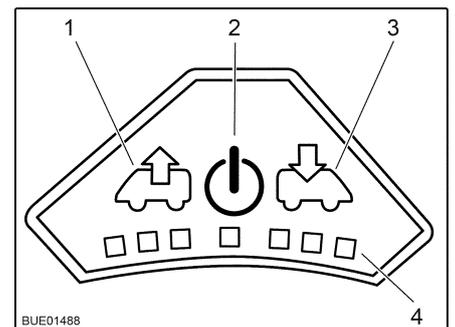

Fig. 57 Panneau de commande du ventilateur
- Appuyer sur la touche Marche/Arrêt (Fig. 57,2). Le ventilateur fonctionne en mode confort (aération à faible vitesse de rotation).
- Pour augmenter la vitesse de rotation du ventilateur : Appuyer sur la touche Ventiler (Fig. 57,1). La vitesse de rotation du ventilateur augmente d'un niveau de puissance dans le sens de l'échappement. Les DEL (Fig. 57,4) montrent les niveaux de puissance.
- Pour réduire la vitesse de rotation du ventilateur : Appuyer sur la touche Aérer (Fig. 57,3). La vitesse de rotation du ventilateur diminue d'un niveau de puissance.
- Pour augmenter la vitesse de rotation du ventilateur : Appuyer sur la touche Aérer (Fig. 57,3). La vitesse de rotation du ventilateur augmente d'un niveau de puissance dans le sens de l'aération. Les DEL (Fig. 57,4) montrent les niveaux de puissance.
- Pour réduire la vitesse de rotation du ventilateur : Appuyer sur la touche Ventiler (Fig. 57,1). La vitesse de rotation du ventilateur diminue d'un niveau de puissance.
- Appuyer sur la touche Marche/Arrêt (Fig. 57,2). Le ventilateur s'arrête, les DEL s'éteignent.